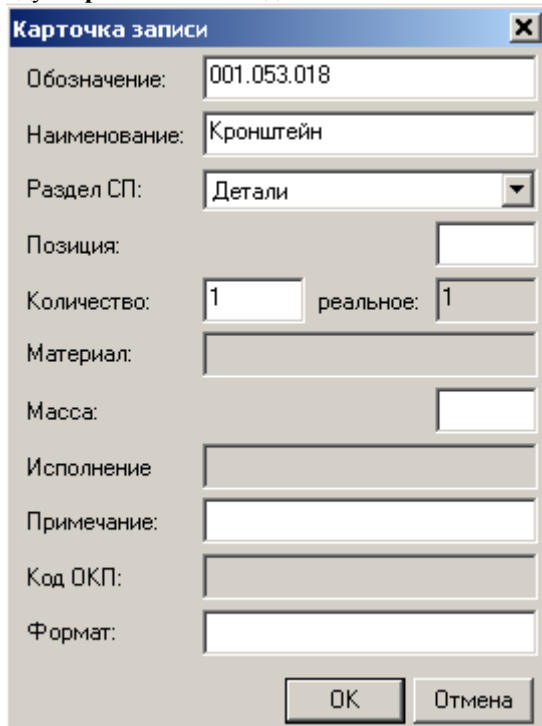

Рисунок 12.4
5. Введите с клавиатуры основные параметры **Обозначение** и **Наименование** (см. Рисунок 12.4)